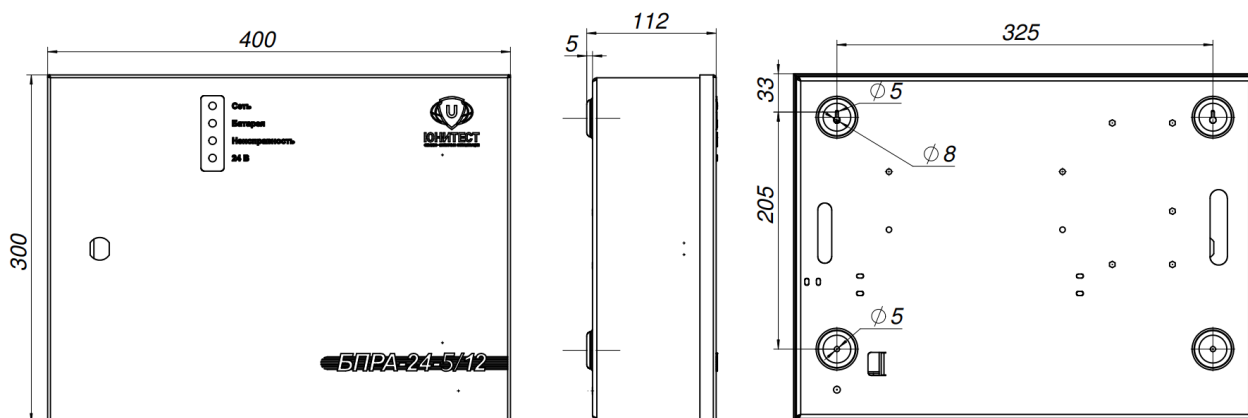
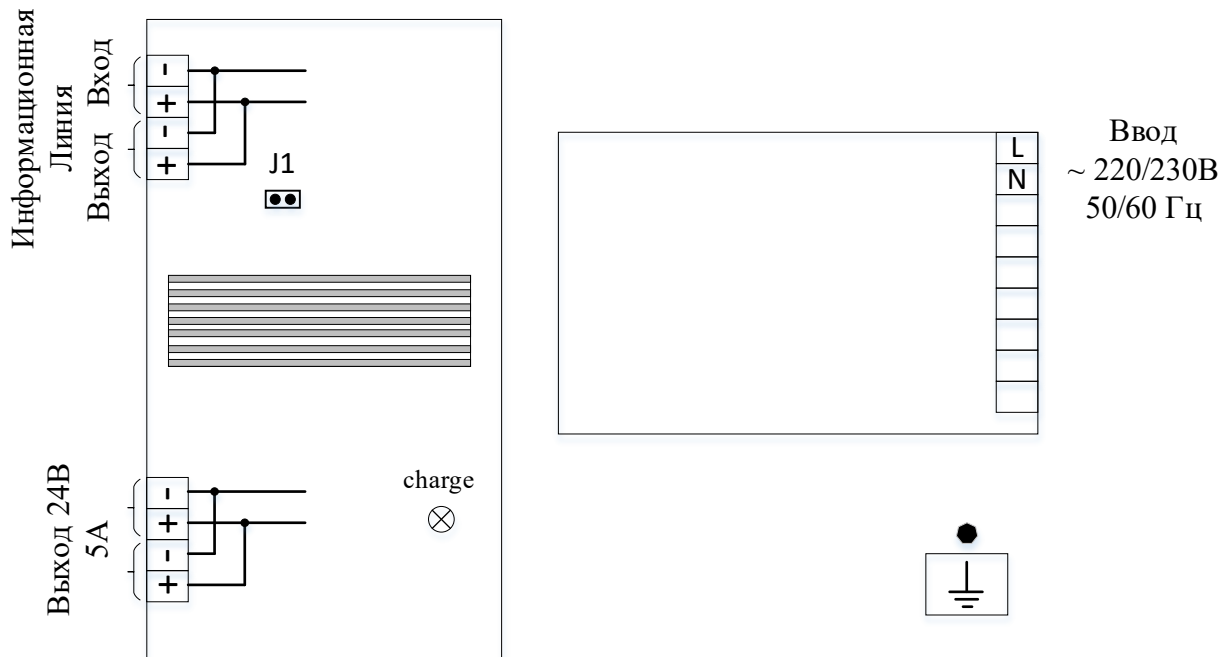

Рис.1. Габаритные и установочные размеры МАКС-БПРА БПРА-24-5/12.
Рис.2. Схема подключения БПРА.
2.1.1. При проектировании размещения устройств пожарной автоматики необходимо руководствоваться Сводом правил СП 484.1311500.2020. Габаритные и установочные размеры БПРА показаны на рис.1, принципиальные схемы подключения – на рис.2.
2.2.1. БПРА (см. рис.2) поставляется с установленными джампером 1 (программирование адреса).